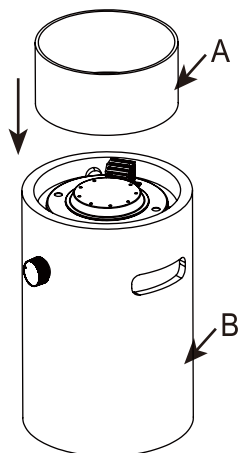

Figure 4
3. Insérez le pare-étincelles en verre (A) sur le dessus du corps du foyer (B) (voir figure 4).